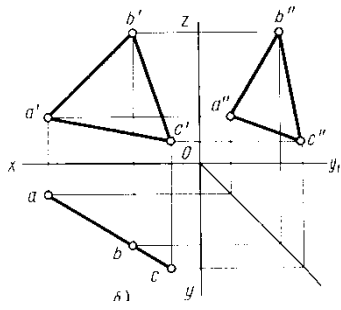

Рисунок 8
- 1) $P \perp \Pi_1$ – горизонтально-проецирующая плоскость (Рисунок 8)